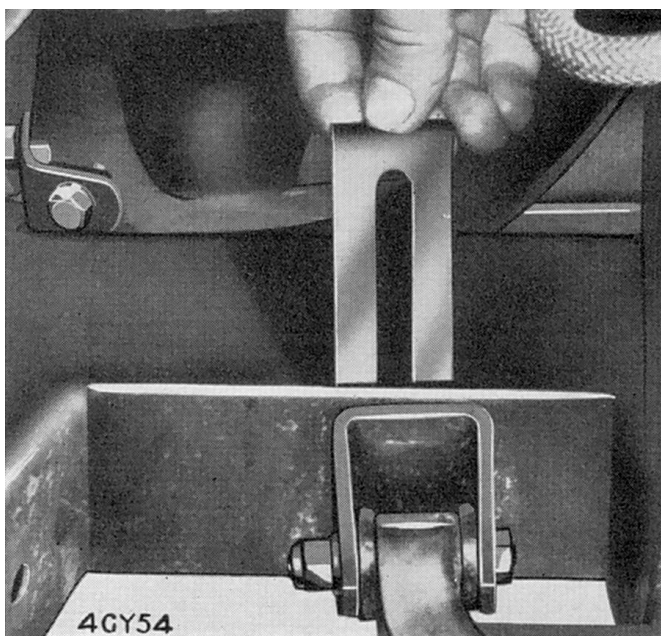

Fig. 23. Montage de cales entre l'attache de pivotement du triangle inférieur et le châssis
11. Fixer les triangles supérieur (10 et 12) et inférieur (35) et les attaches (32) au châssis et au faux-châssis, en s'assurant que les cales sont bien placées entre les attaches et le châssis comme représenté Fig. 23.